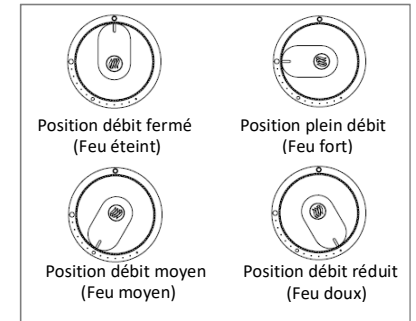

Figure 2 - Réglage de la manette de commande
6. Régler ensuite à volonté la hauteur de la flamme en tournant la ou les manettes de commande de plein débit (grand cercle) à débit réduit (petit cercle) (Voir figure 2)
7. Pour l'extinction, ramener la ou les manettes de commande sur le symbole de fermeture (O) puis fermer le robinet de la bouteille de gaz.